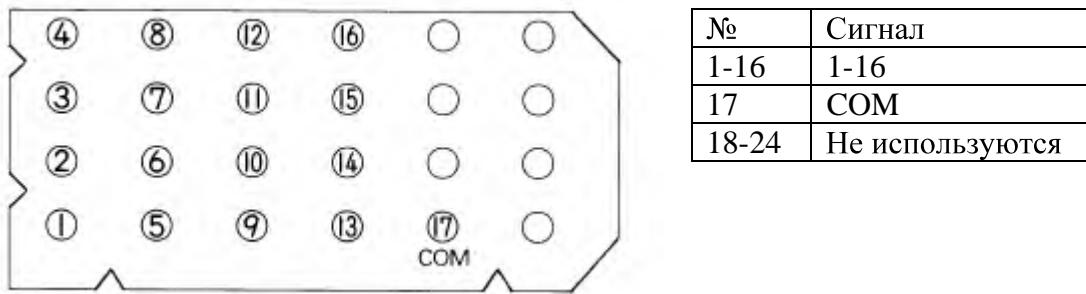

Рис.1 Нумерация выводов и сигналы разъема FIRE SENSOR.
2. Подсоедините разъем или клеммы FIRE SENSOR к пожарной станции согласно Рис.1;